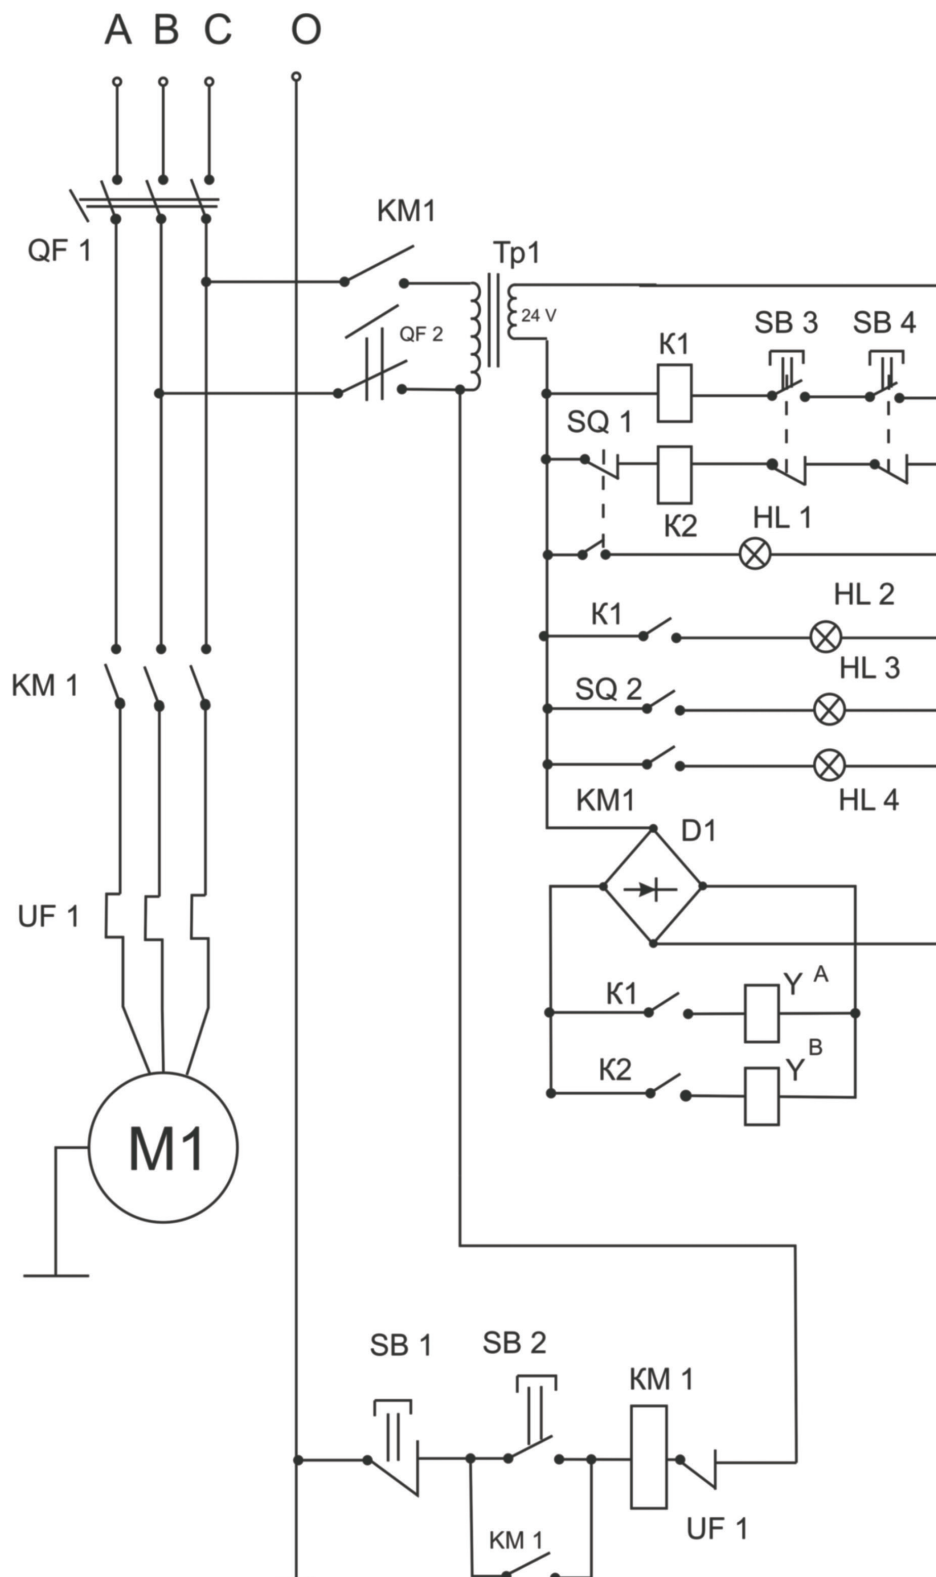

Рис. 4. Схема электрооборудования станка «Ажур-5» (ПВ-100).
7.3. Подключить пресс к электросети при помощи кабеля сечением 4 кв.мм согласно электросхеме рис. 4.